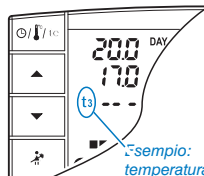

fig. 49
*Nel caso sia stata esclusa in modo permanente la temperatura t3 Assenza (vedere paragrafo 6.5) l'utenza allacciata (caldaia o condizionatore) resterà sempre disattivata per un massimo di 3 ore (segnalato dal set: t3 - - - fig. 49).*